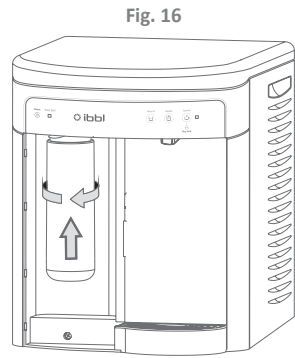

Fig. 16
- Girar o Refil “Girou, Trocou” para a esquerda para desencaixá-lo do produto (Fig. 16).